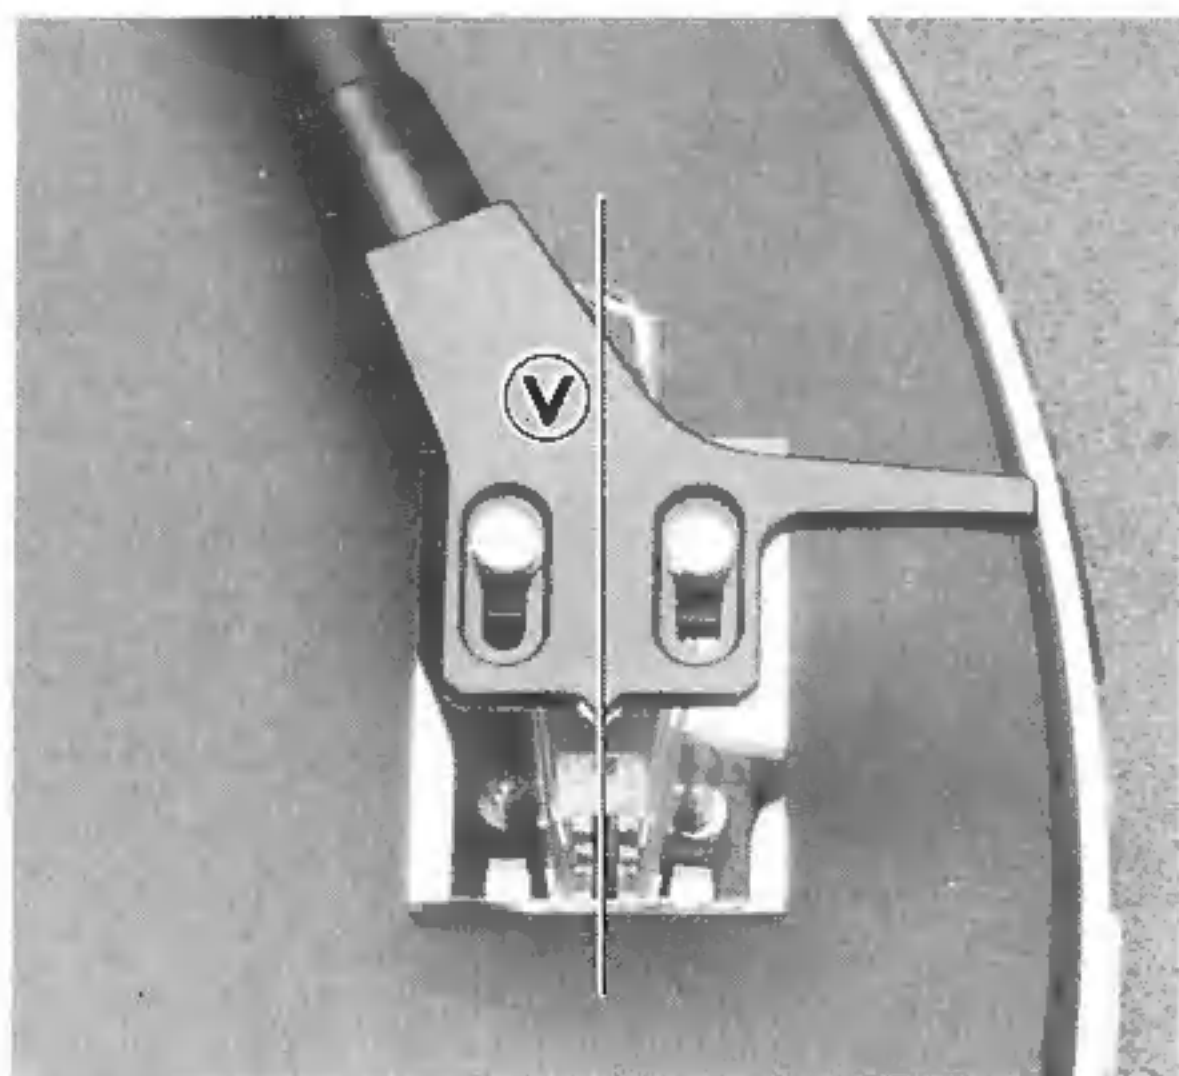

Fig. 14
Die vertikale Linie (V) (Fig. 14) des Tonabnehmersystems muß sich im Spiegel fortsetzen.